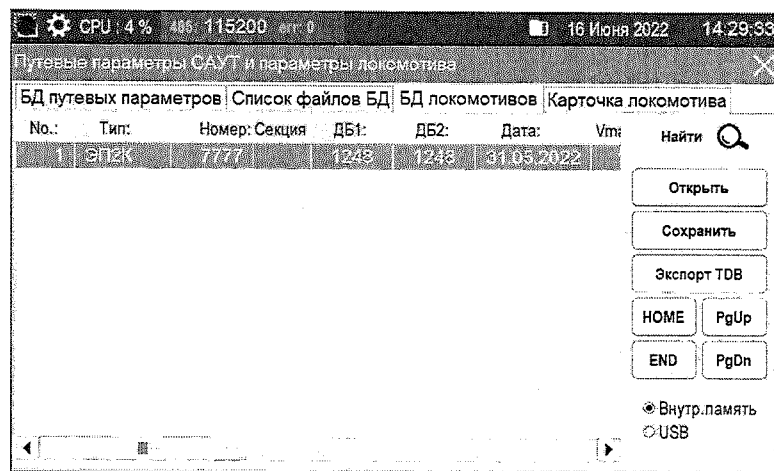

Рисунок 26
1.5.9.3 Во вкладке «БД локомотивов» (рисунок 26) можно просмотреть весь список имеющихся в базе локомотивов и в случае обнаружения искомого, произвести запись этих данных в аппаратуру САУТ-ЦМ/485, КИО-САУТ, САУТ-К, БЛОК, БЛОК-М, МПСУ-БД, выбрав соответствующую строку. После ввода номера локомотива и номера секции производится автоматический просмотр записей в базе данных локомотивов и в случае обнаружения введенного номера локомотива и секции, эти данные будут выведены на экран для корректировки и записи.